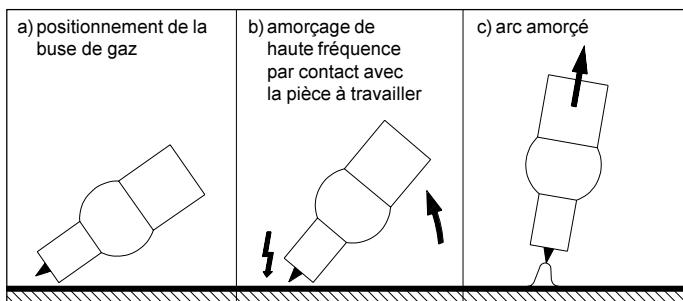

Fig. 27 Amorçage avec aide à l'amorçage
- Avec courant de soudage déconnecté il faut mettre l'électrode sur le point d'amorçage, incliner la torche vers l'arrière jusqu'à ce que le bord de la buse de gaz soit en contact avec la pièce à travailler et la distance entre la pointe de l'électrode et la pièce à travailler soit de 2 à 3 mm (*fig. 27 a*)